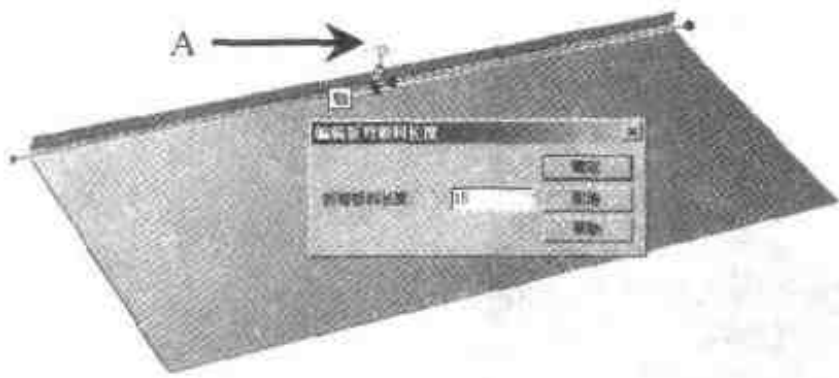

图 4.118 编辑折弯板料长度
- (3) 向宽度为 342 的一边拖放一个【折弯】的弯曲图素，使弯曲图素处于形状编辑状态，右击如图 4.118 所示的智能手柄(A)，设置其长度为 15。